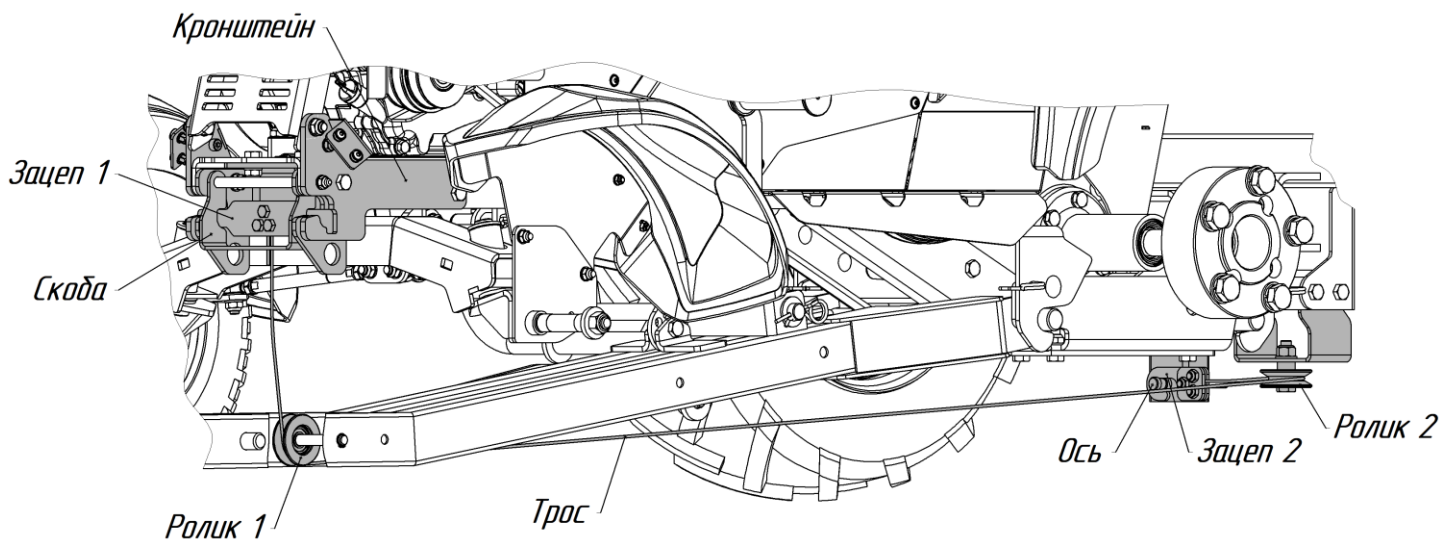

Рисунок 7
11. Отведите вверх Скобу и установите Зацеп 1 в пазы Кронштейна, затем опустите Скобу (доп. см. руководство на трактор «установка навесного оборудования в передний кронштейн») (рисунок 7).
12. Протяните Трос через Ролик 1, Ролик 2 и зафиксируйте Зацеп 2 на Оси рычага противовеса (рисунок 7).
- затяните Гайки и зафиксируйте Зацеп на Оси (рисунок 7, 8).